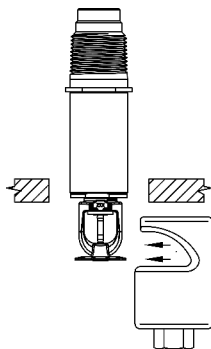

Abb. 5: Sprinklernuss ansetzen
3. ➔ Die Nuss vorsichtig seitwärts über den Sprinkler schieben (Abb. 5).